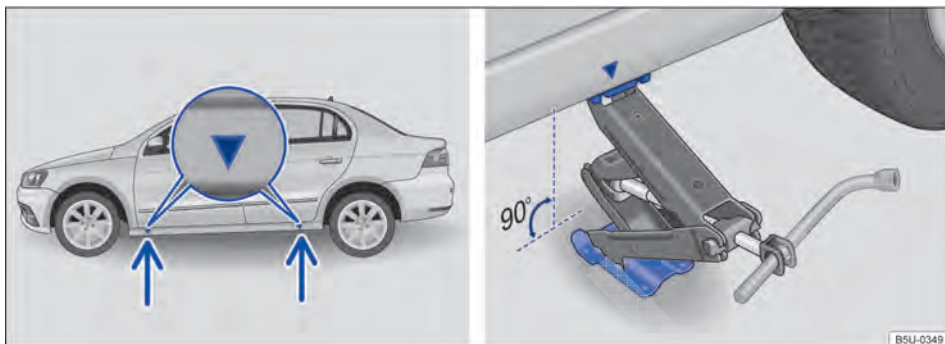

Fig. 141 Pontos de apoio do macaco e macaco posicionado no lado esquerdo traseiro do veículo.
O macaco somente pode ser posicionado nos pontos de apoio indicados (marcação na carroceria) → Fig. 141. É válido o ponto de apoio localizado próximo à roda correspondente → ⚠️.
7. Procurar sob o veículo o ponto de apoio do macaco → Fig. 141, mais próximo da roda a ser trocada.
9. Garantir que a base do macaco, com toda sua superfície, esteja sobre o chão e que a base se encontre perpendicularmente abaixo do ponto de colocação → Fig. 141.
10. Alinhar o macaco e, simultaneamente, levantar a garra do macaco até ela se encaixar na travessa debaixo do veículo → Fig. 141.
- Posicionar o macaco somente nos pontos indicados. A garra do macaco deve se encaixar no perfil da longarina de forma segura → Fig. 141.